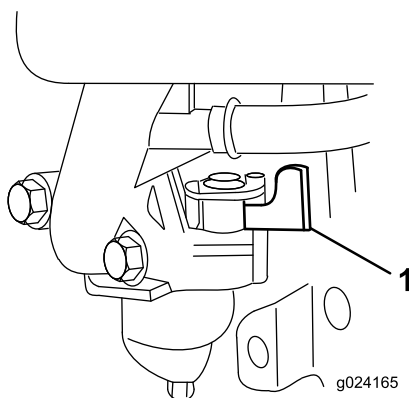

Figura 14
2. Abra la válvula de combustible moviendo la palanca de la válvula de combustible a la **derecha** (Figura 14).
Nota: Cierre la válvula de combustible moviendo la palanca de la válvula de combustible (Figura 14) a la izquierda a menos que vaya a volver a arrancar el motor en breve.